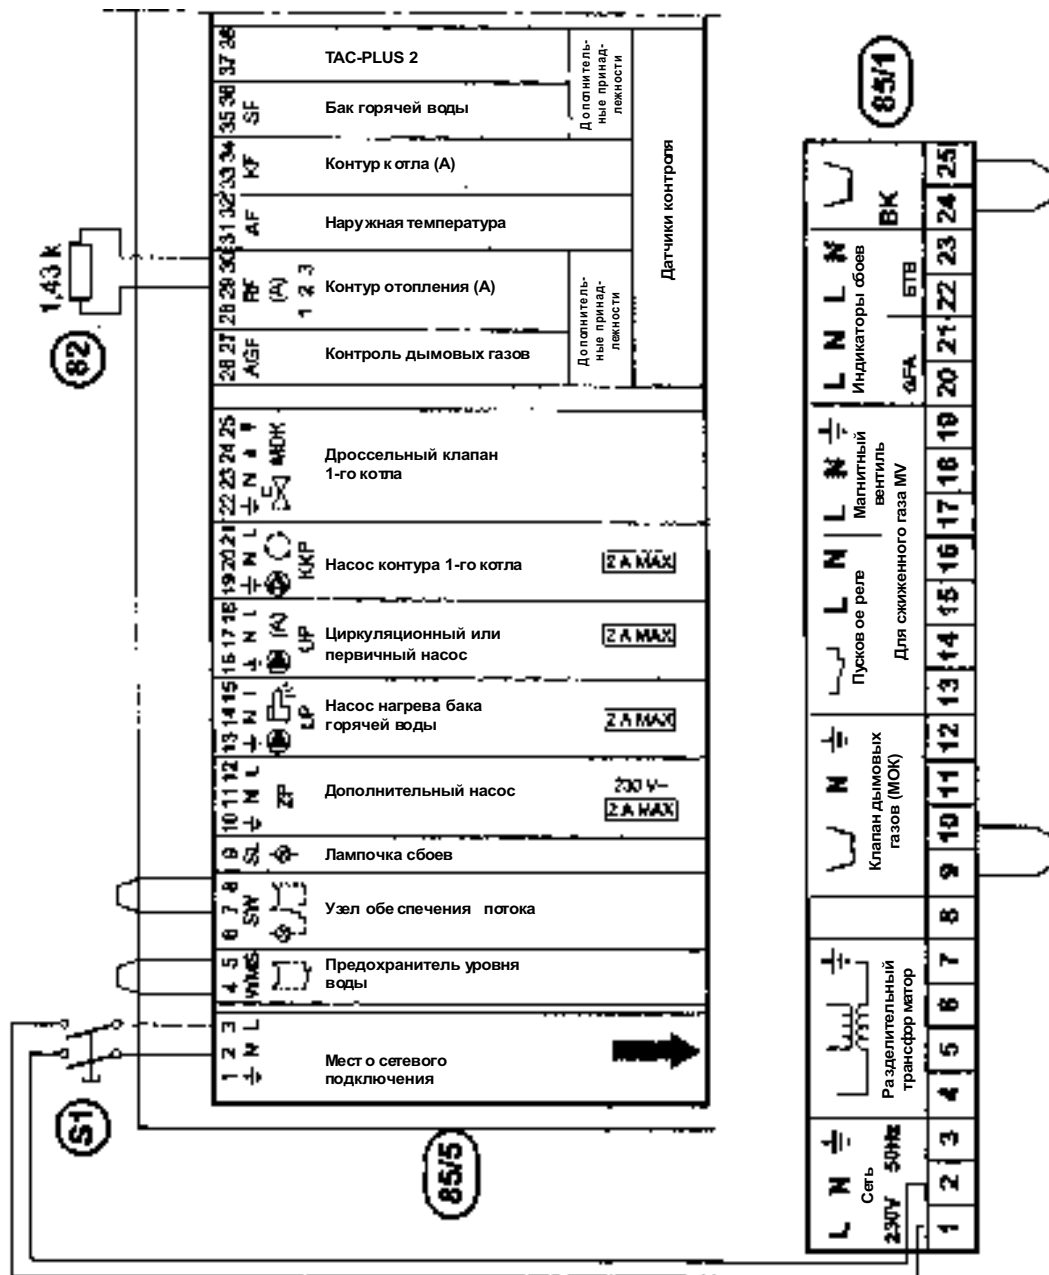

Рис.37. Колodka штекеров подключения и главная панель управления TAC-BUS (положение поставки)
- Если к **отопительному контуру А не подключен циркуляционный насос**, то для исключения влияния его параметров на кривую отопления, нужно снять соответствующие перемычки сопротивления (82) (см.рис. 37).